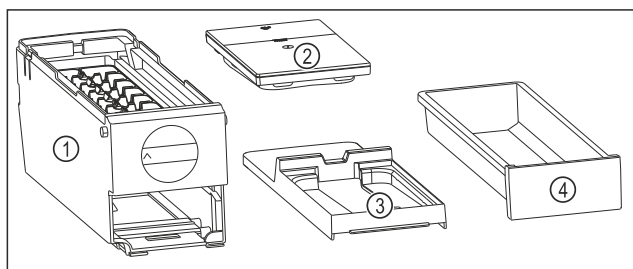

Fig. 174 Sastavni dijelovi sustava EasyTwist-Ice
- ▶ EasyTwist-Ice je rastavljen u četiri dijela. (pogledajte Fig. 174)
- ▶ Sustav EasyTwist-Ice rastavite samo u dijelove prikazane slikom. (pogledajte Fig. 174)
- ▶ Tijelo sustava EasyTwist-Ice Fig. 174 (1) čistite kao cjelinu.